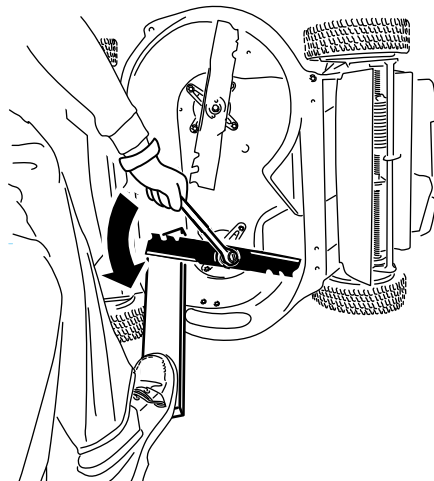

Figure 36
1. Servez-vous d'une cale en bois pour immobiliser chaque lame et dévissez le boulon de lame, comme montré à la Figure 36.